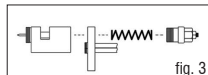

fig. 3
- 8) Rimuovere, con delicatezza, la piastra di fissaggio (Pos.16) completa di portatubi e tubi (fig. 3)